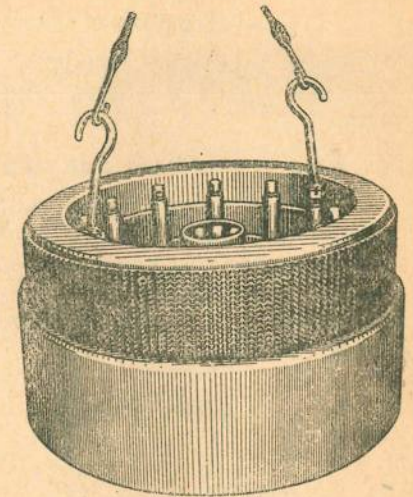

Рис. 92. Сборка бортового фрикциона
6. Проверить штангелем набор дисков на внутреннем барабане: 31 диск (набор) должен иметь размер от 92,2 до 94 мм, после этого опустить комплект в наружный барабан (рис. 92—93).